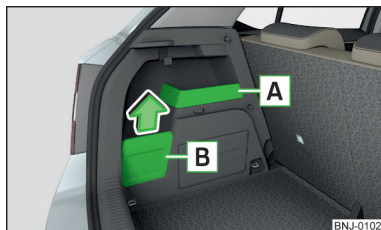

Fig. 112
- Il bagaglio appeso al gancio, se possibile, deve essere inserito nello scomparto portaoggetti » fig. 112 a pag. 89, altrimenti sussiste il rischio di danneggiare la parte superiore dello scomparto.
- Se al gancio viene appeso un bagaglio più pesante di 2,5 kg, si consiglia di rimuovere la parte superiore dello scomparto » fig. 112 a pag. 89, altrimenti sussiste il rischio di danneggiarla.
Lo scomparto portaoggetti fisso **A** » fig. 112 è adatto per riporre piccoli oggetti fino a un peso totale di 1,5 kg.